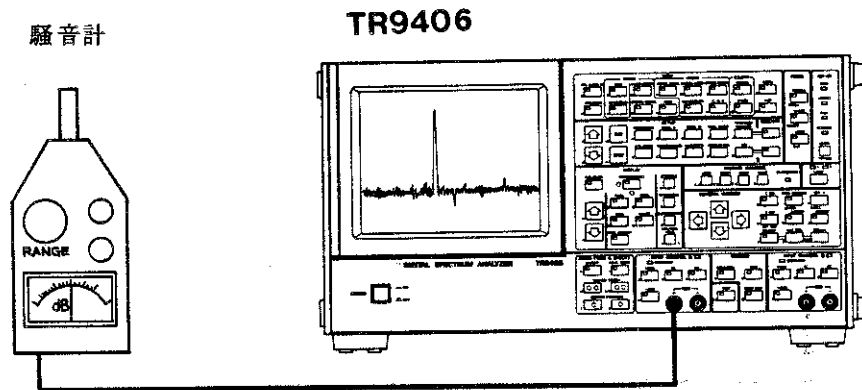

図 7 - 31 騒音計の CAL. 信号による校正方法
〔図 7 - 31〕に示しますように、騒音計のキャリブレーション信号を **TR9406** の入力コネクタに接続して下さい。以下 CH-A のオクターブ分析における校正手順を説明します。
- ② 騒音計のキャリブレーション信号に応じた周波数レンジを設定します。
- ③ 「**VIEW**」セクションの **SPECTRUM** スイッチを押して、CH-A のスペクトラムを表示させます。〔図 7 - 33〕参照
- ④ **ADVANCED ANALYSIS-EXECUTE** スイッチを押して、オクターブ分析を開始します。〔図 7 - 34〕参照
- ⑤ 「**SETUP**」セクションの **FUNCTION** スイッチを押して、“**OVERALL**”を“**ALL**”に設定します。
- ⑥ 「**SETUP**」セクションの **WGT/SCALING** スイッチを押して、“**KEY**”モードに設定します。